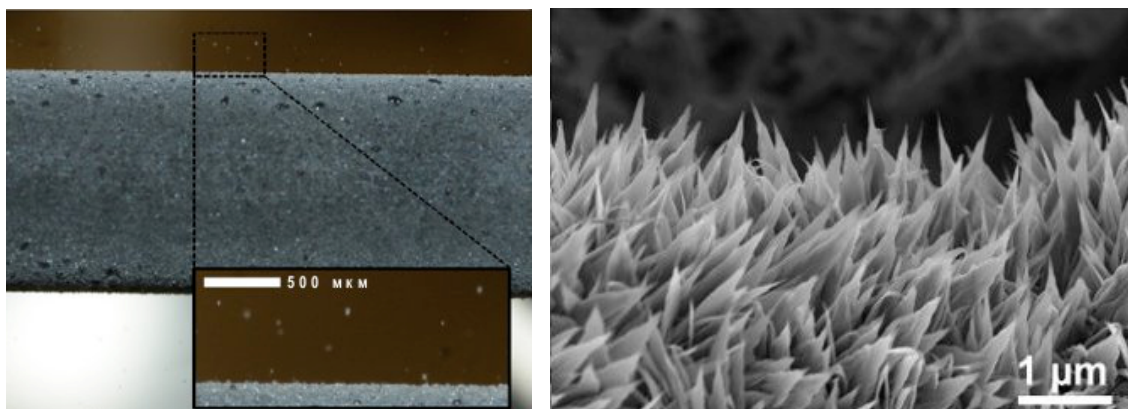

Рис. 2 Поверхность трубки второго типа: а) слияние растущих капель конденсата может сопровождаться подпрыгиванием итоговой капли. б) микроструктура поверхности.
2. Оцените начальную скорость и максимальную высоту, на которую может подпрыгнуть капля, образовавшаяся при слиянии двух одинаковых капель радиусом 7 мкм. Однако, высота прыжка таких капель, как правило, не превышает нескольких миллиметров (рис. 2а). Поясните, почему расчетная величина отличается от экспериментальной. (3 балла)
В поисках оптимальных материалов для конденсационных теплообменников (например, змеевиков) ученые исследовали 2 типа металлических трубок. Первый тип – это обычные медные трубки, второй – медные трубки, последовательно обработанные горячим щелочным раствором хлорита натрия и фторированным силаном (рис. 2б). Оказалось, что только на трубках второго типа наблюдались прыгающие капли (рис. 2а).